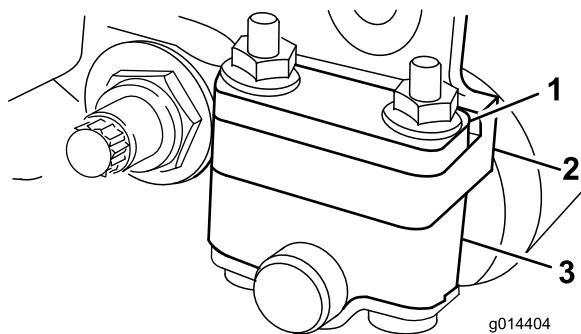
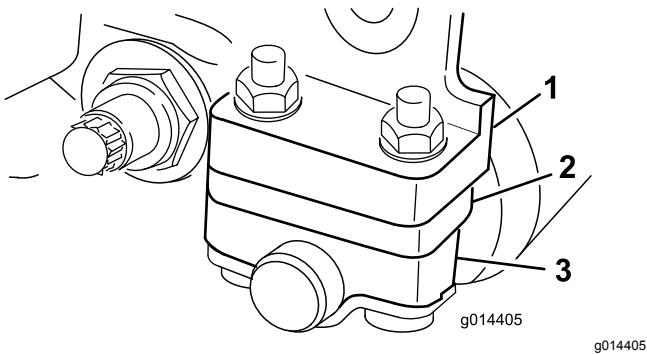

図 6
図 7
使用する刈高によって、後ローラブラケットの取り付け位置を変更する必要があります図 6 または 図 7 低位置または高位置のどちらかに設定します。
- 刈高 1.6 mm 6.4 mm の場合 スペーサをサイドプレート取り付けフランジの上出荷時の設定にセットする(図 6)。
- 刈高範囲が 3.225.4 mm の場合は、スペーサを、取り付けフランジの下にセットする(図 7)。
4. 必要に応じてスペーサを、ローラブラケットの上または下にする図 6または図 7。